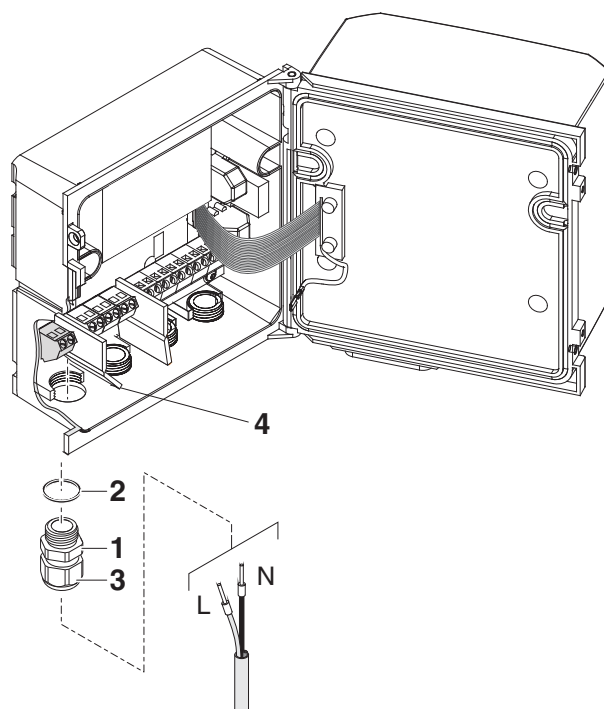

figure 3-26 Introduire le câble d'alimentation secteur.
- 6 Visser un passe-câbles à vis (pos. 1 figure 3-26) avec bague d'étanchéité (pos. 2) dans le boîtier au-dessous du raccordement réseau.
- 7 Desserrer l'écrou de serrage (pos. 3).
- 8 Introduire le câble d'alimentation secteur dans le boîtier en le passant par le passe-câbles à vis. Ce faisant, plier la paroi de séparation souple (pos. 4) vers la droite.
- 10 Serrer l'écrou de serrage (pos. 3 sur figure 3-26).